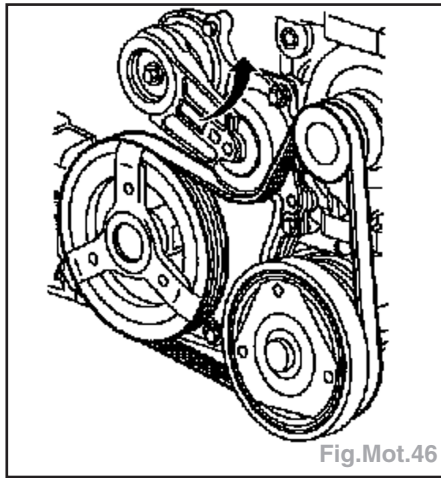

Fig.Mot.46
- Tendre le tendeur dans le sens de la flèche à l'aide l'outil KM-6151 et déposer la courroie (Fig.Mot.46).